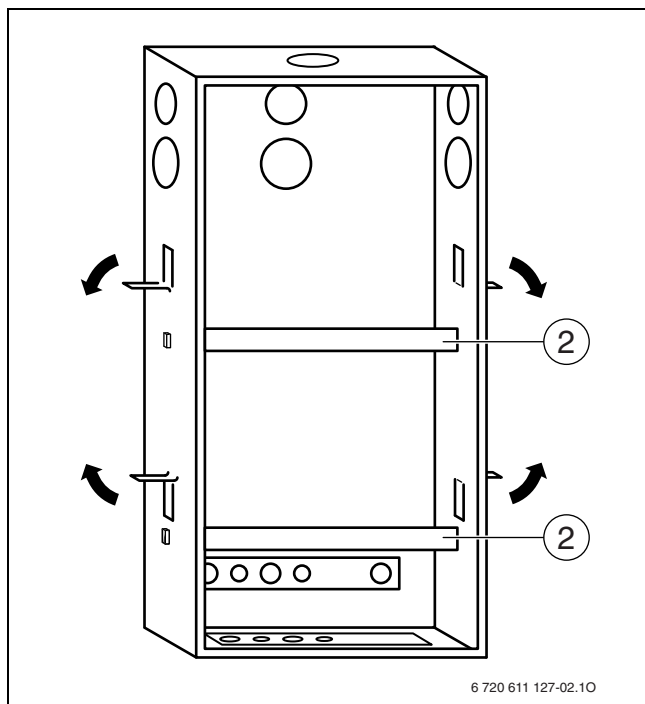

Fig. 2
► Piegare verso l'esterno le 4 zanche che si trovano sui fianchi del telaio (Fig. 2).